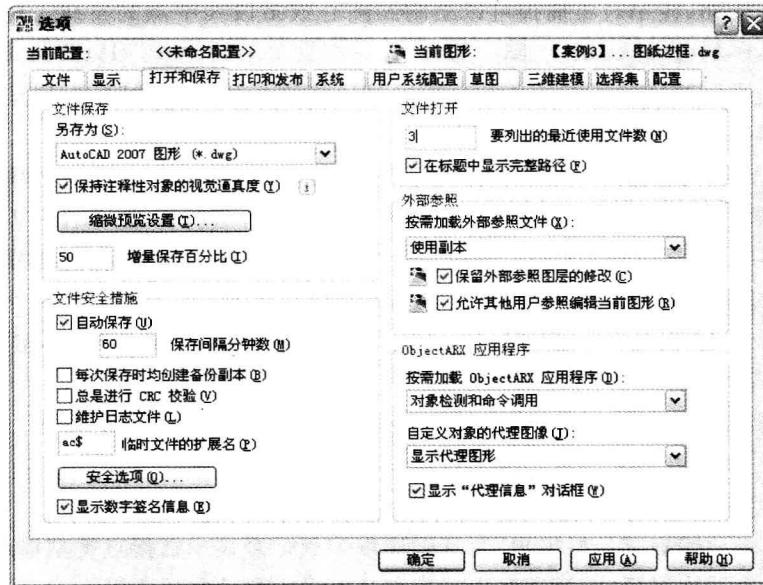

图 1-12 “选项”对话框的“打开和保存”选项卡
(1) 在“选项”对话框中选择“打开和保存”标签，打开“打开和保存”选项卡。在该选项卡中可以对文件保存的版本、自动保存的时间、最近打开文件的数目等进行设置，如图 1-12 所示。